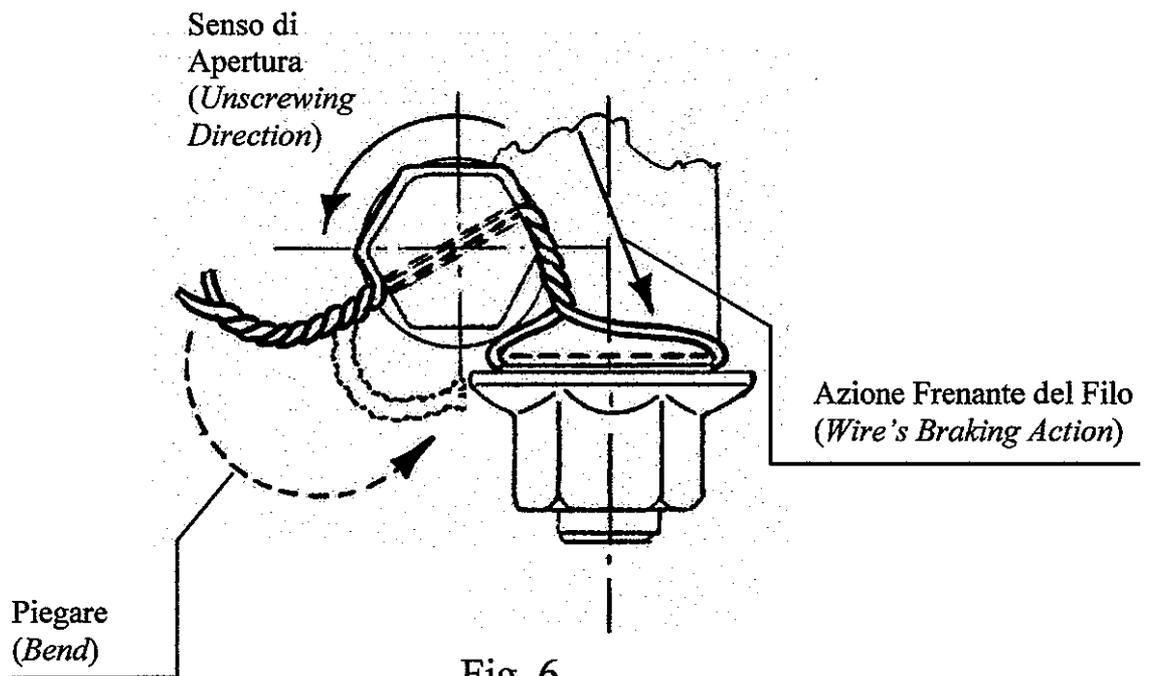

Fig. 6
d.4) Riunire gli estremi liberi del filo di frenatura ed attorcigliarli per il resto della lunghezza, in modo da ottenere da un minimo di 3 ad un massimo di 6/7 avvolgimenti (vedi fig. 6);
d.5) Piegare l'estremità libera della frenatura attorno alla testa della vite forata (come indicato in fig.6), in modo da evitare sporgenze dannose;
d.4) Join the two free ends of the safety lock wire and twist them for the remaining length, in order to have a minimum of 3 up to a maximum of 6/7 turns (see fig. 6);